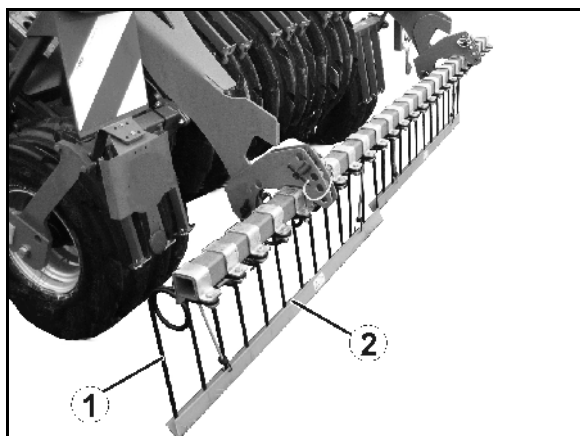

Рис. 8
Задненавесные выравниватели (Рис. 8/1):
- Защитная планка (Рис. 8/2) для задненавесных выравнивателей при уличной транспортировке